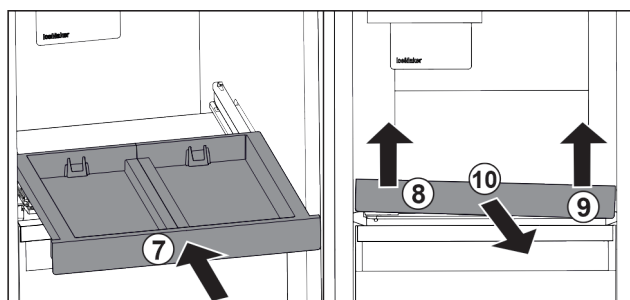

Fig. 102
- Introducir el estante extraíble. Fig. 102 (7)
- ▶ Levantar el estante extraíble por delante a la izquierda. *Fig. 102 (8)*
- ▶ Levantar el estante extraíble por delante a la derecha. *Fig. 102 (9)*
- ▶ Retirar el estante extraíble hacia delante. *Fig. 102 (10)*